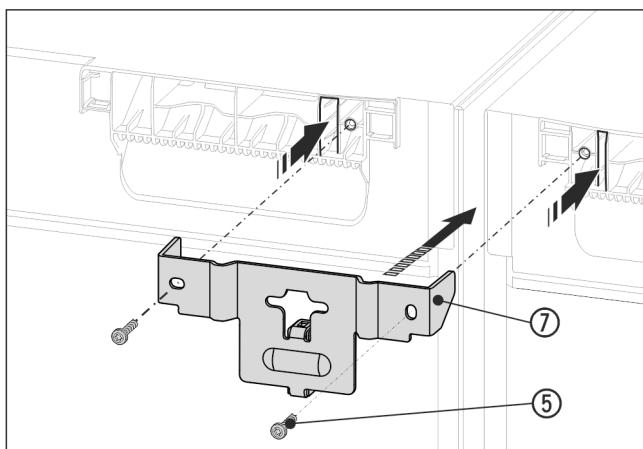

Fig. 15 Примерное отображение
► Надвиньте угол Fig. 15 (7) с помощью распорной детали между устройствами и накладками в крышку устройства. Прикрутите 2 винтами Fig. 15 (5).